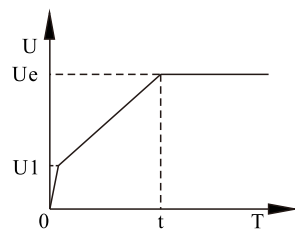

图 9
- b) 图 9 为电压斜坡起动的输出电压波形。其中 $U1$ 为起动时的初始电压值, 当电机起动时, 在电机电流不超过额定值 400% 的范围内, 软起动箱的输出电压迅速上升, 电机随着电压的上升不断平稳加速, 当电压达到额定电压 U_e 时, 电机达到额定转速, 旁路接触器吸合, 起动过程完成。